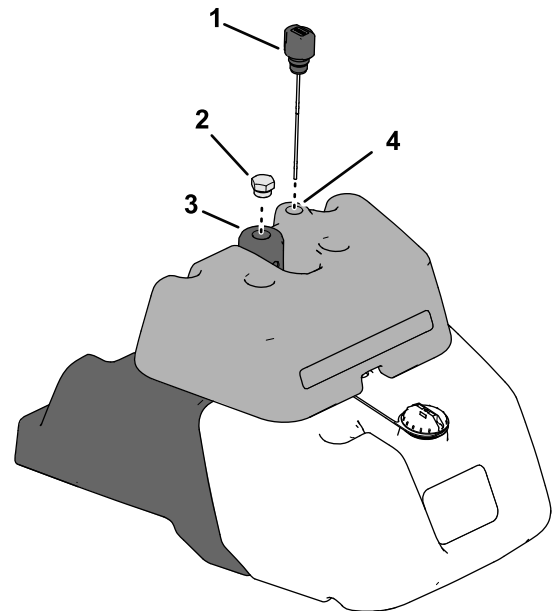

Figure 38
2. Vérifiez le niveau du liquide hydraulique avec la jauge du système hydraulique située en haut du réservoir du détecteur de fuites (Figure 38).